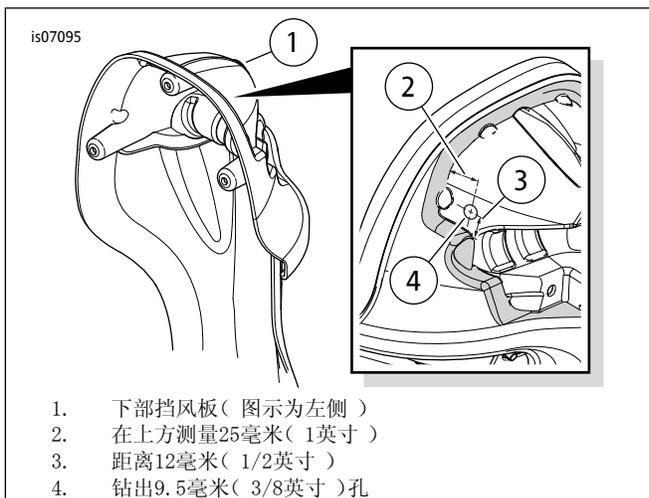

图4. 在下部挡风板上钻出扬声器线孔
- 参见图4。在挡风板(1)的上半部分, 从下部挡风板盖匹配凸缘(阴影区域)在(2)上方测量约25 mm(1.0 in)、距离(3)12 mm(0.5 in), 然后在手套箱内侧壁和音箱上钻出9.5 mm(3/8 in)孔(4)。参见图10。将套环(8)安装至手套箱侧壁的孔中。